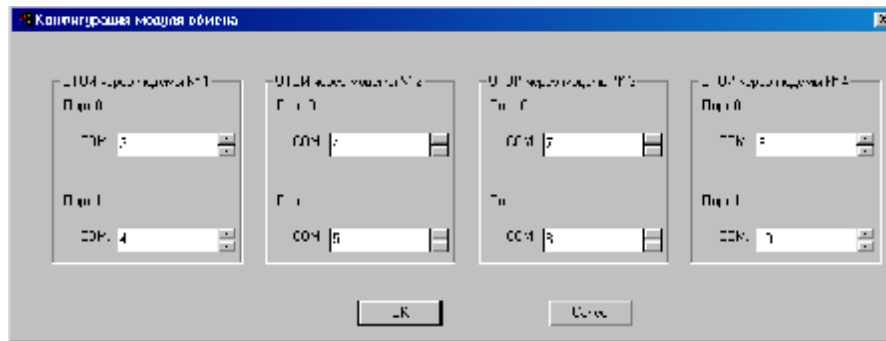
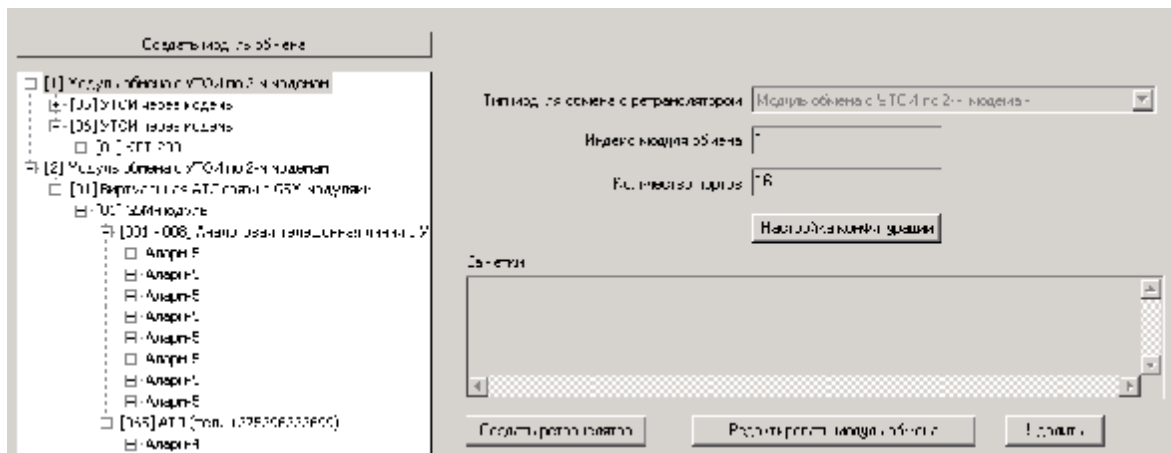

Рисунок 9
Рисунок 10
4.1.5 Настроить конфигурацию подключаемых портов МП для каждого модуля обмена, для чего выбрать мышью требуемый модуль обмена (рисунок 9), нажать кнопку в правой части окна «Настройка конфигурации» и ввести требуемые номера портов (рисунок 10).